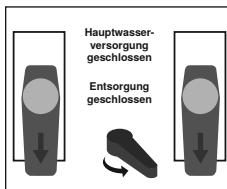

Abbildung 4 - Hinzufügen von Chemikalien
2. Stellen Sie die Einlass-/Auslassventile und den Strömungsumkehrer wie in Abbildung 4 gezeigt ein.